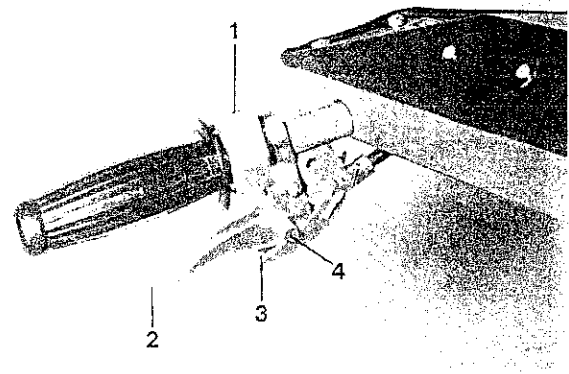

Abb. 5
- Stoppstellung** = Hebel (2 Abb. 5) in Mittelstellung bringen bis Feststellhebel (3 Abb. 5) einrastet.
- Vorwärtsfahrt** = Hebel (2 Abb. 5) ist nach unten ausgeschwenkt.
- Rückwärtsfahrt** = Hebel (2 Abb. 5) zum Lenkholm ziehen.
### Fahrgeschwindigkeitsregulierung (1 Abb. 5)
Die Fahrgeschwindigkeit wird über die Ausschwenkung des Hebels (3 Abb. 5) für Vorwärtsfahrt durch Verdrehen des Drehgriff (1 Abb. 5) reguliert.
- langsamer** = Drehgriff (1 Abb. 5) nach links drehen
**schneller** = Drehgriff (1 Abb. 5) nach rechts drehen;